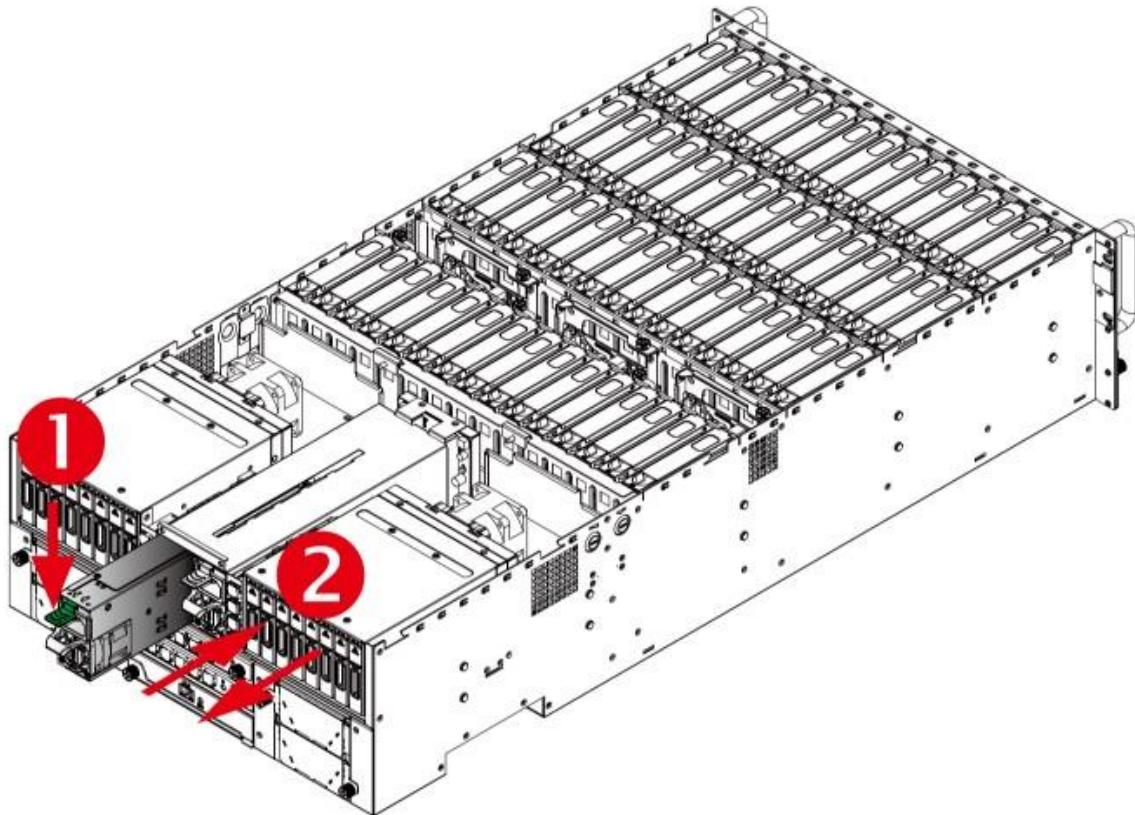

Рисунок 84 - Демонтаж модуля блока питания
- 3) Держать вкладку ручку лотка. Затем потянуть лоток модуля блока питания аккуратно, пока он не выскользывает из корпуса модуля хранения (см. Рисунок 84).